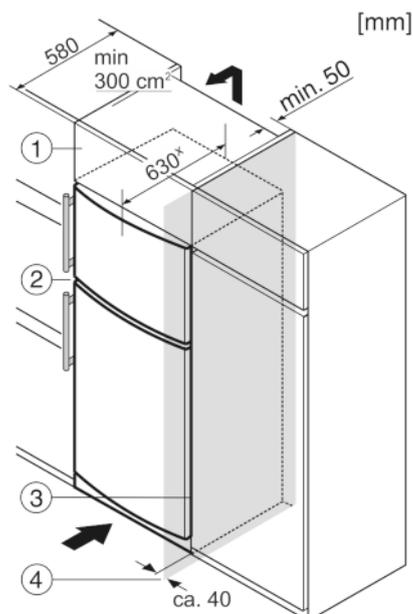

Fig. 7
L'appareil peut être réagencé avec des buffets de cuisine. Pour adapter l'appareil Fig. 7 (2) à la hauteur du coin cuisine, une rehausse Fig. 7 (1) peut être posée sur l'appareil.
Lors de la transformation avec des placards de cuisine (profondeur max. 580 mm), l'appareil peut être placé directement à côté du placard de cuisine Fig. 7 (3). L'appareil dépasse latéralement de 34 mm^x et de 50 mm^x au centre de l'appareil par rapport à la face avant du placard de cuisine.
Si l'appareil est installé avec les charnières à côté d'un mur Fig. 7 (4), la distance entre l'appareil et le mur doit être de 40 mm min. Ceci correspond à la saillie de la poignée lorsque la porte est ouverte.